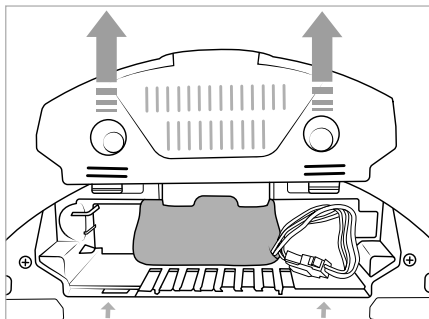

Fig. 26
- 1) Scoateți capacul compartimentului pentru acumulator **17** din aparat (a se vedea fig. 26).